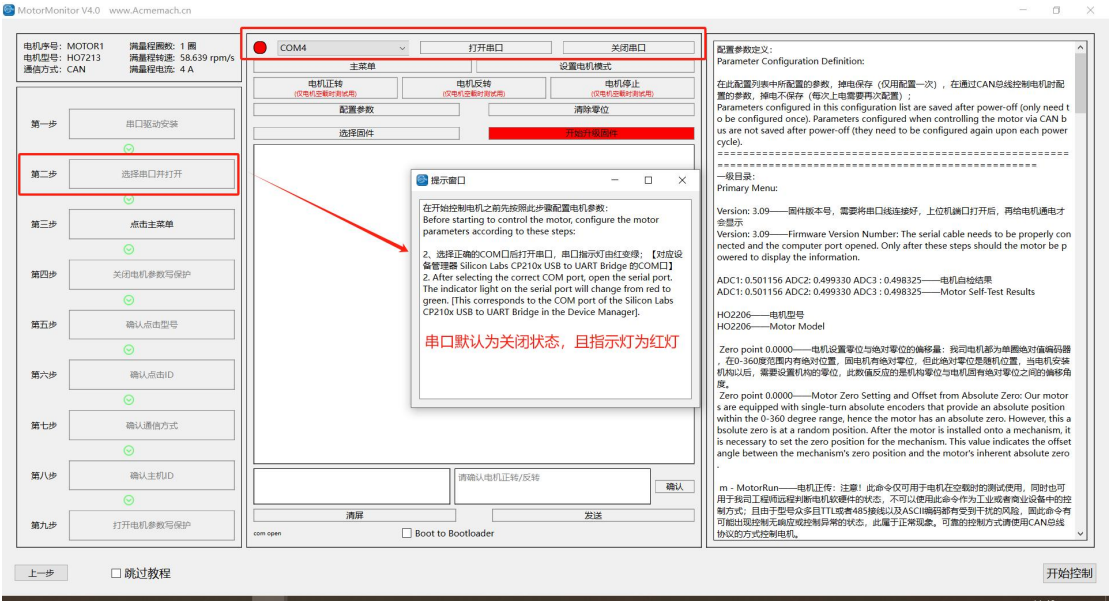

图 1-12
2. 点击按钮“选择串口并打开”。可按照窗口的提示（如图 1-12 所示），